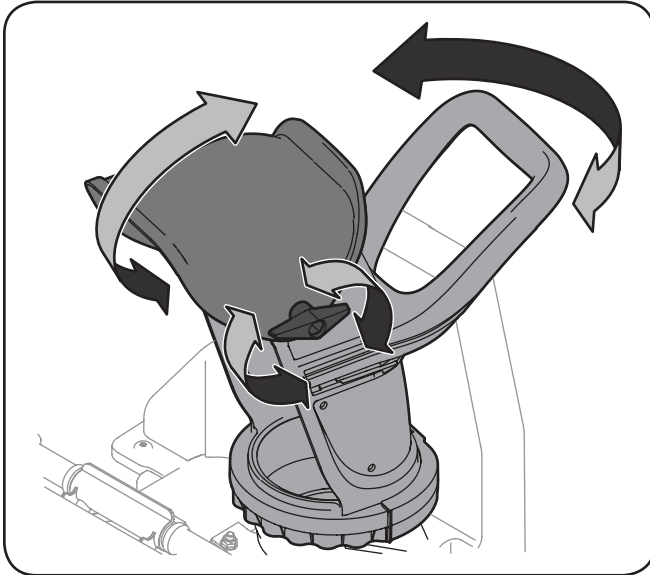

Figura 3-8
2. Apriete la perilla de aletas del canal superior asegurándose de que el perno del carro del interior del canal de descarga esté ubicado correctamente. Consulte la Figura 3-8.
3. Para ajustar la dirección en la que se arrojará la nieve, use la manija del canal de descarga superior para controlar la dirección de la descarga. Vuelva a consultar la Figura 3-8.